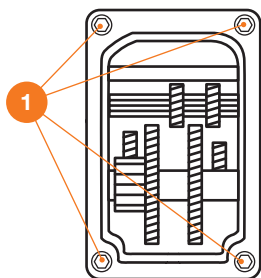

Рис. 7
- Выкрутите из редуктора болты крепления ① (Рис. 7).